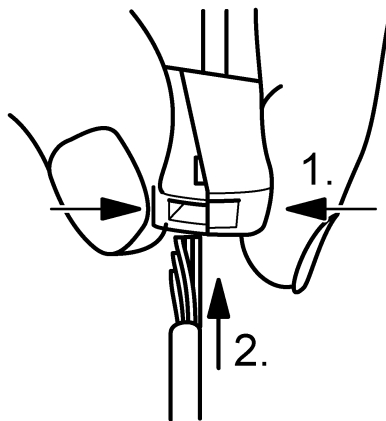

Figure 9: Raccordement du conducteur à fils de faible diamètre
- Serrer la borne sur le côté doté de l'ouverture carrée et raccorder le conducteur monofilaire (figure 9).